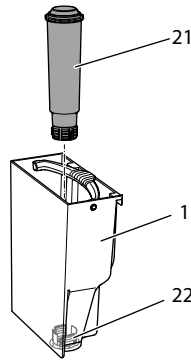

Fig. 15: Enroscar/desenroscar el filtro de agua
- Retire el filtro de agua (véase Fig. 15 en la página 151).
9. Coloque un filtro nuevo dentro del depósito de agua (véase *Fig. 15*).
3. Retire el filtro de agua (véase *Fig. 15*).